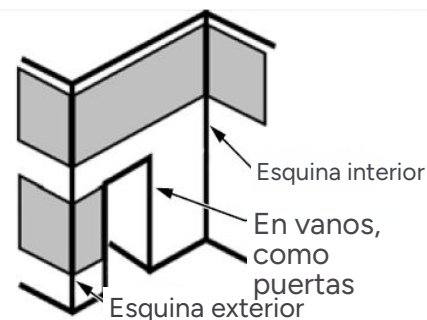

Figura 13. Repase con la espátula para buena adhesión.
2. Aplique promotor de adhesión en los bordes, comenzando a unos 1/2 in. (1.2 cm) del punto donde cambia la forma (vea la Referencia X en la Figura 13) y extendiéndolo hacia la parte posterior de la superficie al menos 1/2 in. (1.2 cm) (vea la Referencia Y en la Figura 13).